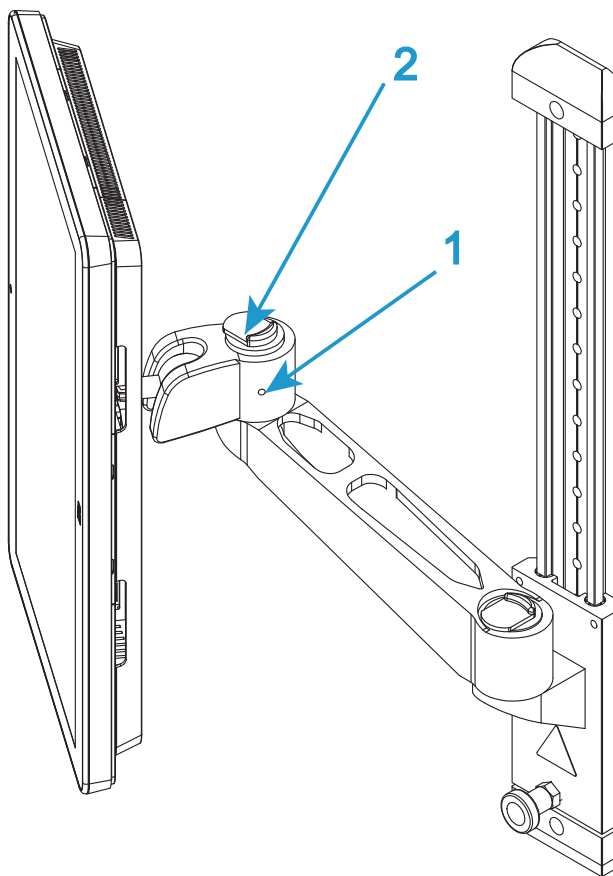
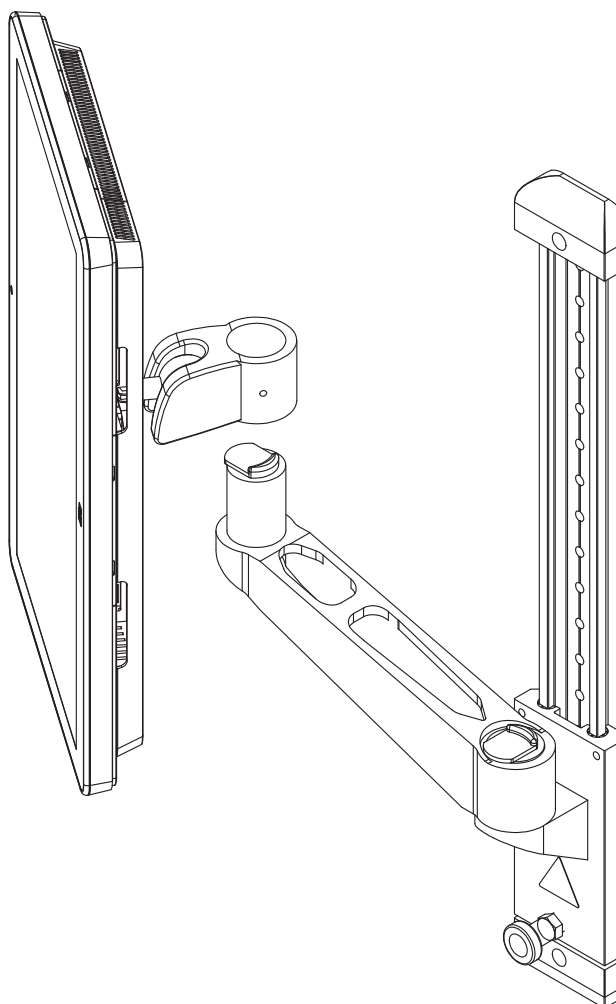

Figura 12. Brazo de montaje
Figura 13. Levante para retirar
3. En caso necesario, afloje el tornillo de ajuste en el lado del "codo" del brazo de montaje (1 en Figura 12 en la página 50).
4. Accione el mecanismo de liberación situado en la parte superior del "codo" (2 en Figura 12 en la página 50) y levante la Panel del operador Bluehill® alejándola del brazo de montaje (Figura 13 en la página 51).